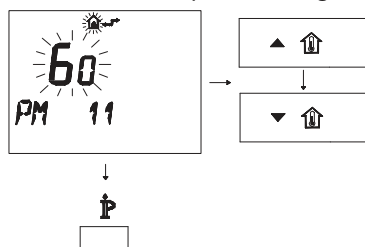

Figura 5.48
- Para modificar el punto de consigna programado, use los botones o y espere a que el número programado comience a parpadear (Figura 5.48). Cada paso de aumento o reducción equivale a 1 segundo.